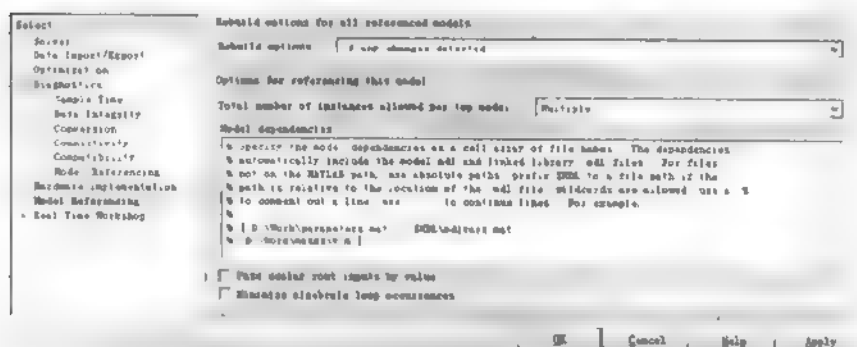

图 3.21 Options for referencing 参数对话框
2) Options for referencing this model: 该选项组可为引用此模型进行选项设置, 如图 3.21 所示, 包含以下几个选项: